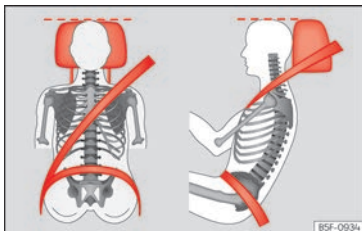

Abb. 15 Richtiger Gurtbandverlauf und richtige Kopfstützeinstellung.
in Augenhöhe befindet » S. 102. Den Hinterkopf so nah wie möglich an der Kopfstütze positionieren » (Abb. 15).
- Fahrersitz in Längsrichtung so einstellen, dass die Pedale mit leicht angewinkelten Beinen durchgetreten werden können und der Abstand zur Schalttafel im Kniebereich mindestens 10 cm (4 Zoll) beträgt » (Abb. 15).